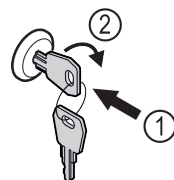

Fig. 67
- ▶ Włożyć kluczyk Fig. 67 (1).
- ▶ Przekręcić kluczyk o 90° w prawo Fig. 67 (2).